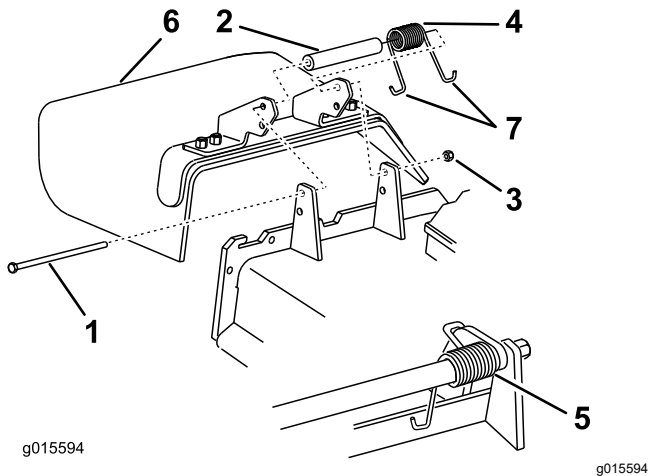

Figure 96
1. Retirez le contre-écrou, le boulon, le ressort et l'entretoise qui fixent le déflecteur aux supports de pivot (Figure 96).
2. Enlevez le déflecteur s'il est endommagé ou usé (Figure 96).
Remarque: Prenez soin de placer 1 extrémité en J du ressort derrière le bord du tablier avant de mettre le boulon en place, comme montré à la Figure 96.
6. Accrochez l'extrémité en J du ressort au déflecteur d'herbe (Figure 96).